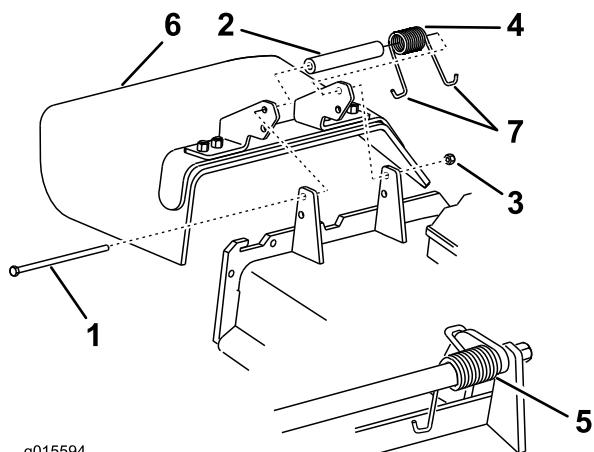

図 90
注 必ず J 形端部のひとつをデッキ後部のエッジに引っ掛け、それから 図 90 のようにボルトを取り付けてください。
3. ボルトとナットを取り付ける。J 形端部のひとつをデフレクタに引っ掛ける(図 90)。
1. デフレクタをピボットブラケットに固定しているロックナット、ボルト、スプリング、スペーサを外す(図 90)。デフレクタを取り外す。